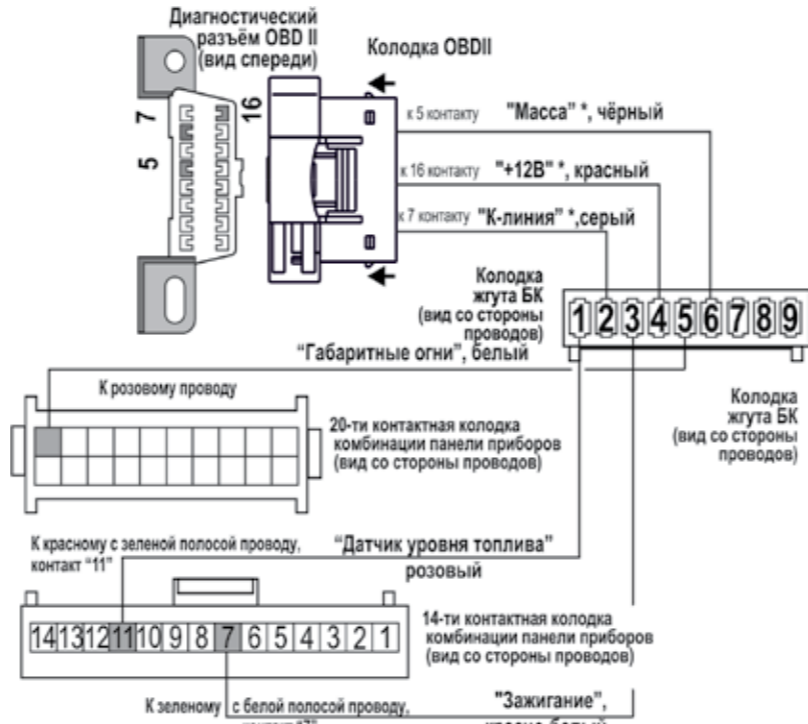
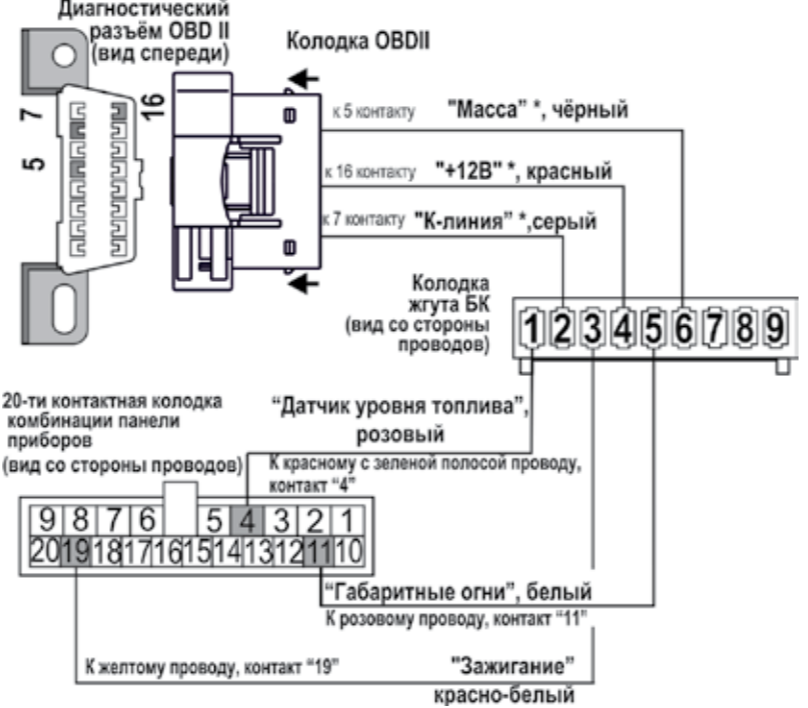
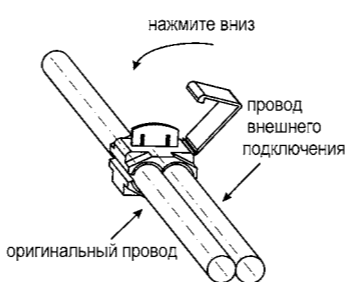

рис.15 Схема подключения к а/м Hyundai Getz (для однорядной и двухрядной колодки комбинации панели приборов)
рис.16 Схема подключения к а/м Hyundai Getz (для двух двухрядных колодок комбинации панели приборов)
рис.17 Соединение проводов через зажим
4.5 При помощи зажимов (рис.3) соедините розовый провод "Датчик уровня топлива" из жгута БК с красным с зеленой полосой проводом, подходящим к контакту №11 14-ти контактной колодки комбинации панели приборов (поз.2, рис.14). Смотри схему подключения рис.15. Схематичное соединение проводов через зажим показано на рис.17.
4.6 При помощи зажимов (рис.3) соедините красно-белый провод "зажигание" из жгута БК с зеленым с белой полосой проводом, подходящим к контакту №7 14-ти контактной колодки комбинации панели приборов (поз.1, рис.14). Смотри схему подключения рис.15. Схематичное соединение проводов через зажим показано на рис.17.
4.7 При помощи зажимов (рис.3) соедините белый провод "габаритные огни" из жгута БК с розовым проводом, 20-ти контактной колодки комбинации панели приборов (поз.3, рис.14). Смотри схему подключения рис.15. Схематичное соединение проводов через зажим показано на рис.17.
4.8 При помощи зажимов (рис.3) соедините розовый провод "Датчик уровня топлива" из жгута БК с красным с зеленой полосой проводом, подходящим к контакту №4 20-ти контактной колодки комбинации панели приборов. Смотри схему подключения рис.16. Схематичное соединение проводов через зажим показано на рис.17.
4.9 При помощи зажимов (рис.3) соедините красно-белый провод "зажигание" из жгута БК с желтым проводом, подходящим к контакту №19 20-ти контактной колодки комбинации панели приборов. Смотри схему подключения рис.16. Схематичное соединение проводов через зажим показано на рис.17.
4.10 При помощи зажимов (рис.3) соедините белый провод "габаритные огни" из жгута БК с розовым проводом, подходящим к контакту №11 20-ти контактной колодки комбинации панели приборов. Смотри схему подключения рис.16. Схематичное соединение проводов через зажим показано на рис.17.
БК с красным с зеленой полосой проводом, подходящим к контакту №11 14-ти контактной колодки комбинации панели приборов (поз.2, рис.14). Смотри схему подключения рис.15. Схематичное соединение проводов через зажим показано на рис.17.